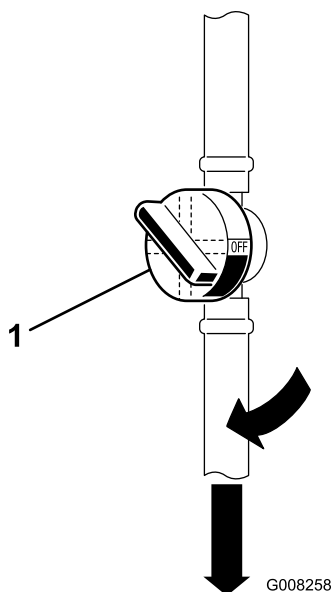

Figura 8
1. Aprite la valvola di intercettazione del carburante (Figura 8), situata tra il serbatoio del carburante e il motore.